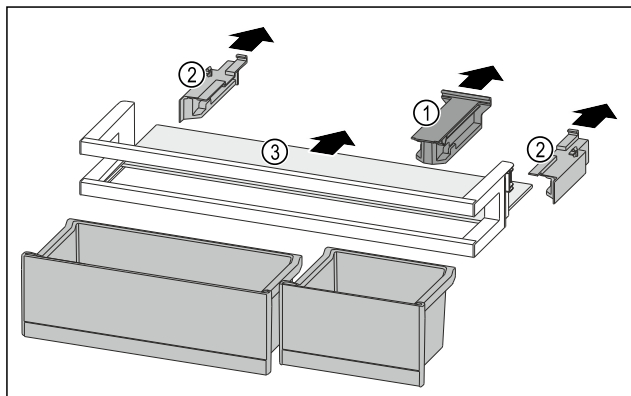

Fig. 83
- Estrarre l'elemento di tenuta Fig. 83 (1).
- Togliere gli elementi laterali Fig. 83 (2).
- Rimuovere il ripiano Fig. 83 (3).